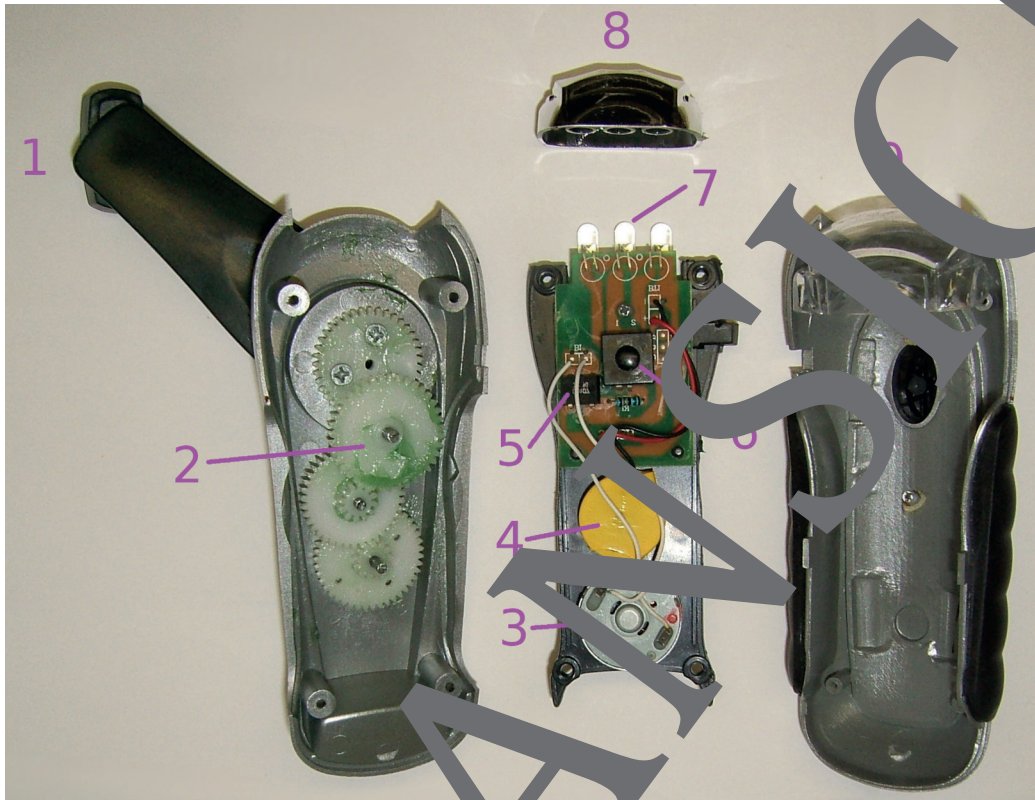

Abb. 1: Geöffnete Kurbeltaschenlampe
Taschenlampen ohne Batterien gibt es in mehreren Bauformen. Wird die Energie für den Betrieb der Taschenlampe durch Kurbeln bereitgestellt, enthält die Lampe unter anderem (siehe Abb. 1) ein Getriebe (2), einen Generator (3), einen Li-Ion-Akku (4) und eine oder mehrere LEDs (7).